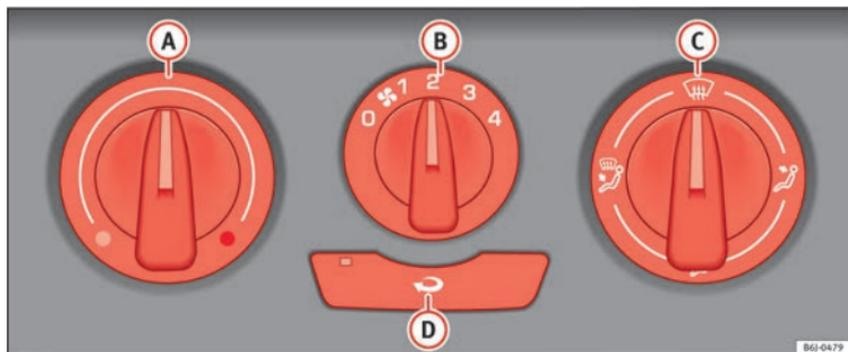

Fig. 126 Comandi del riscaldamento sulla plancia portastrumenti.
- Ruotare verso sinistra la manopola di regolazione della temperatura » fig. 126 (A).
- Ruotare la manopola di regolazione della ventola (B) posizionandola su uno dei livelli da compresi tra 1 e 4.
- Indirizzare il flusso dell'aria nella direzione desiderata servendosi della manopola di regolazione (C).
- Ruotare verso destra la manopola di regolazione della temperatura » fig. 126 (A), portandola sul livello desiderato. »
- Ruotare verso destra la manopola di regolazione della temperatura » **fig. 126 A**, portandola sul livello di riscaldamento massimo.
- Girare la manopola della temperatura » **fig. 126 A**, portandola nel settore del riscaldamento.